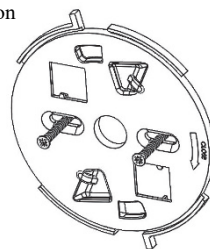

Figure 7
3. Utilisez les trous de fixation comme gabarits pour fixer le support de montage à la surface de montage (*reportez-vous à la Figure 7*).